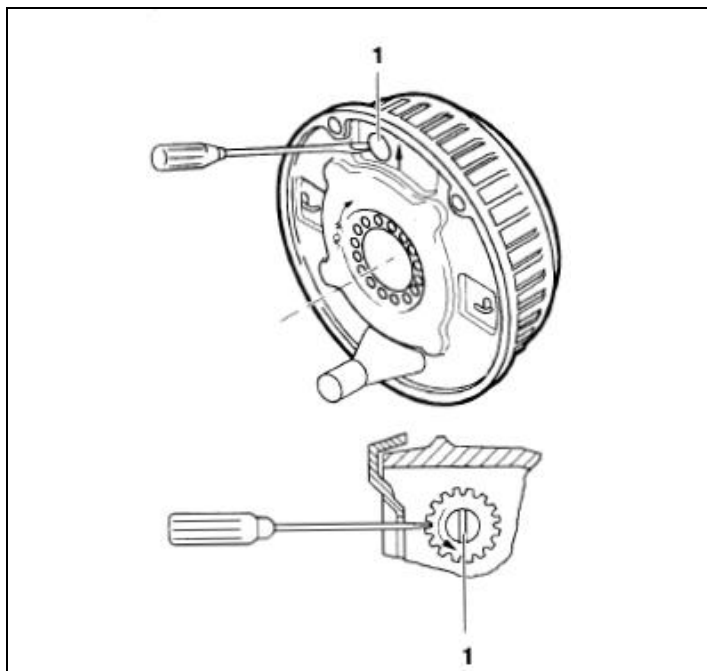

Figura 9.6 – Cruceta de ajuste
5. Girando la rueda hacia delante (nunca hacia atrás), ajuste la cruceta con un destornillador adecuado haciéndolo girar en el sentido de la flecha en relieve que lleva la placa de apoyo hasta que se produzca una resistencia en la rotación de la rueda. (figura 9.6).
6. Afloje el regulador de cruceta hasta que la rueda gire libremente hacia delante. (figura 9.6).